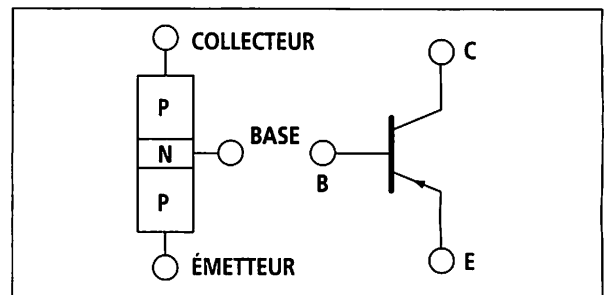

Fig. 22.02 : Transistor PNP.
- soit deux zones P séparées par une zone N, c'est le transistor PNP (fig. 22.02).